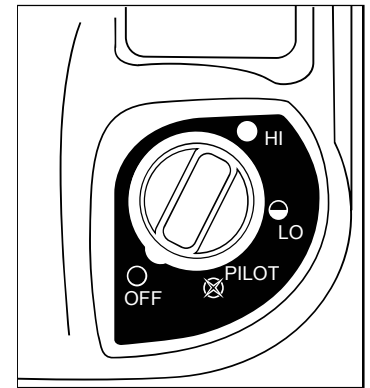

Figure 1 : de la position.
- Assurez-vous que le bouton de commande à quatre positions est à la position « OFF » (voir figure 1).
- Assurez-vous que le bouton de commande à quatre positions est à la position "OFF (Arrêt)" (voir figure 1, à gauche).